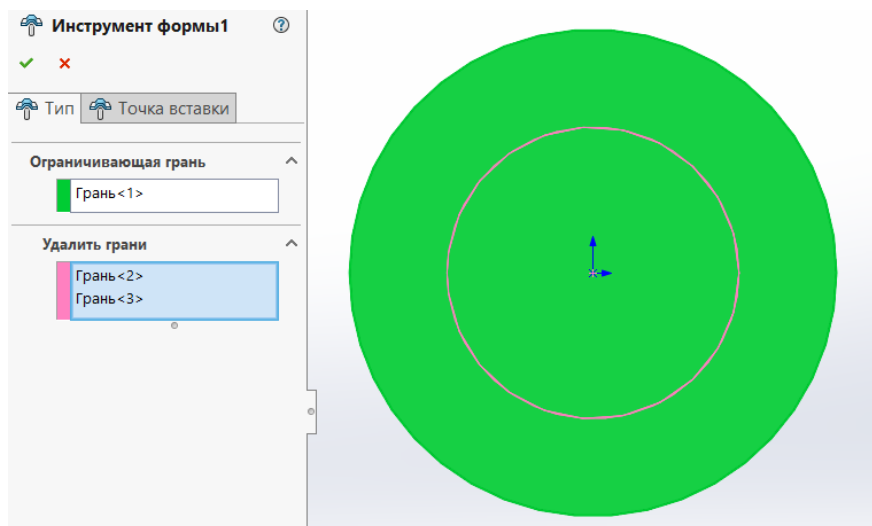

Рисунок 11 – выбор ограничивающей грани
15. В качестве ограничивающей грани выбрать нижнюю плоскость (рис. 11). В поле «Удалить грани» выбрать бобышку, как на рисунке 12. Подтвердить операцию.